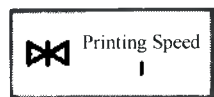

Рис. 5-38 — Скорость печати 1
7. Нажмите кнопку в меню настройки печати, скорость печати изменяется в диапазоне 1–3. Скорость печати отображается на кнопке на панели меню настройки печати, как показано на рис. 5-38, Рис. 5-39 и Рис. 5-40.